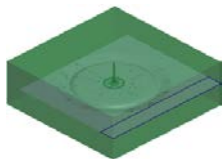
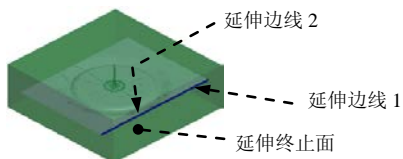

图 23.26 延伸 3
图 23.27 延伸参考
Step6. 创建图 23.26 所示的延伸 3。选取图 23.27 所示的边线 1，再按住 Shift 键选取边线 2；单击 **分型面** 功能选项卡 **编辑** 区域的 延伸按钮；在操控板中按下 按钮；在系统的提示下，选取图 23.27 所示的表面为延伸的终止面；在 **延伸** 操控板中单击 按钮。